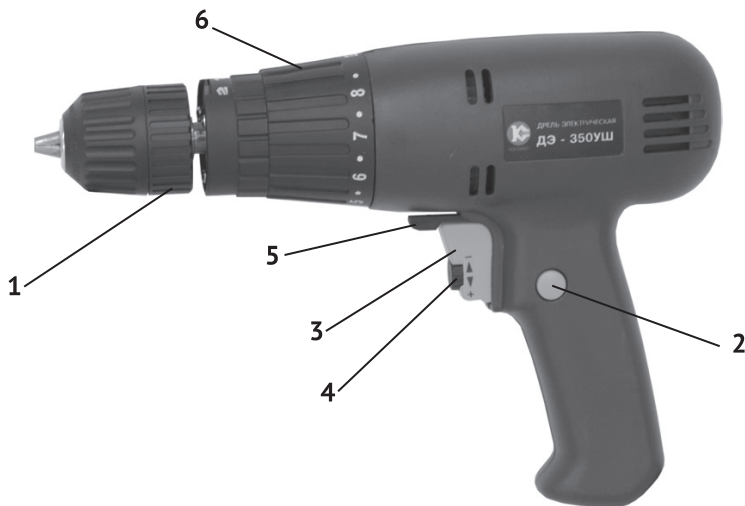

рис. 1
4.1 Общий вид дрели схематично представлен на рис. 1
7.1 После установки рабочего инструмента можно приступать к выполнению работ. Дрель имеет возможность регулировки скорости вращения. Скорость вращения плавно регулируется от 0 до максимума регулятором 4 (рис. 1).
7.2 Переключение режимов (сверление/закручивание саморезов) работы осуществляется при помощи переключателя 6 (рис. 1).
7.6 Реверс 5 (рис. 1) служит для освобождения заклиненного в материале инструмента а также для выворачивания винтов и шурупов.